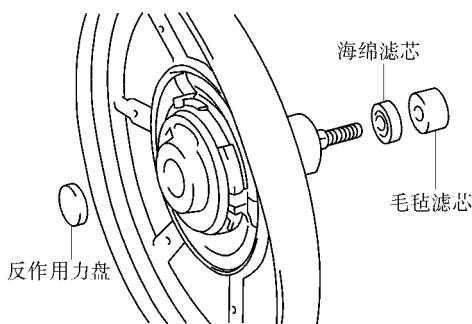

图 15-44 将零件装到后壳体上
(5) 将壳体密封件装到后壳体上。用变速器后轴承和油封拆装工具敲入密封件。
(6) 将膜片部件装到后壳体上。
(7) 将下列零件装到后壳体上，如图 15-44 所示。